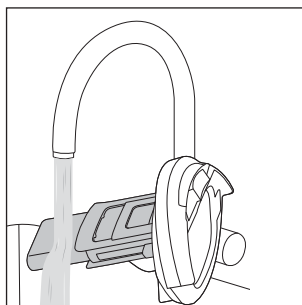

Fig. 25
- ♦ Curățați filtrul de murdărie **10**, plutitorul **8** și capacul rezervorului de apă murdară **9** sub jet de apă caldă (a se vedea fig. 25). Dacă este necesar, utilizați un detergent delicat.